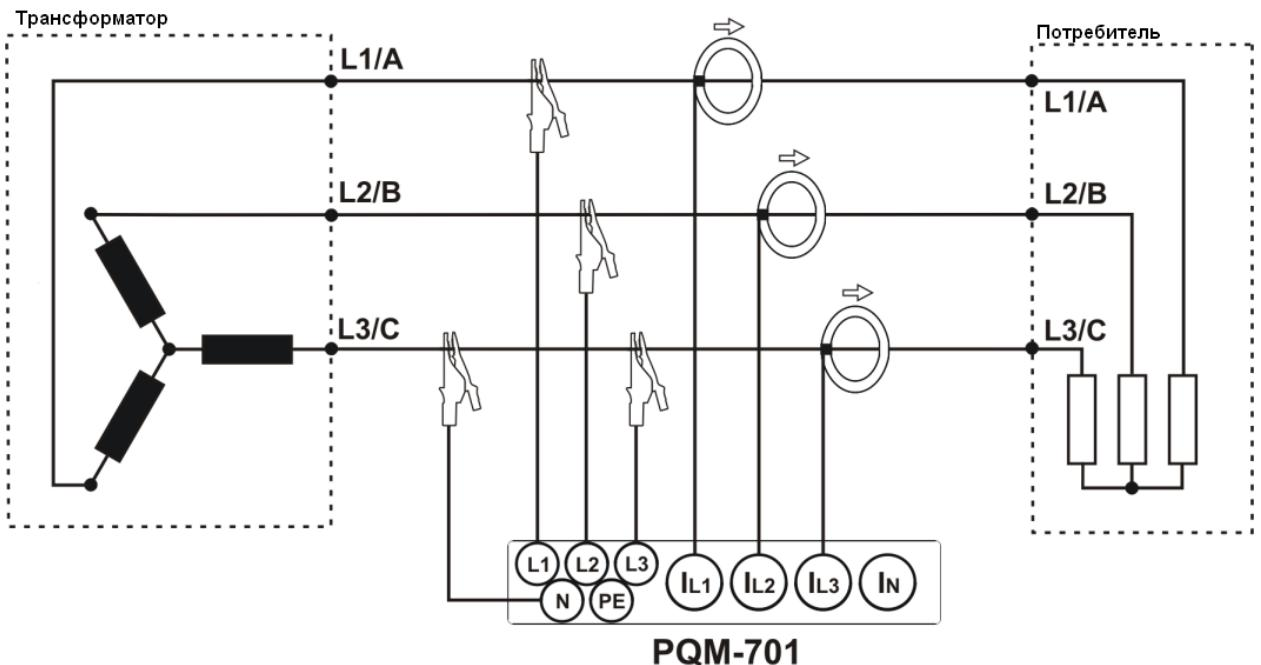
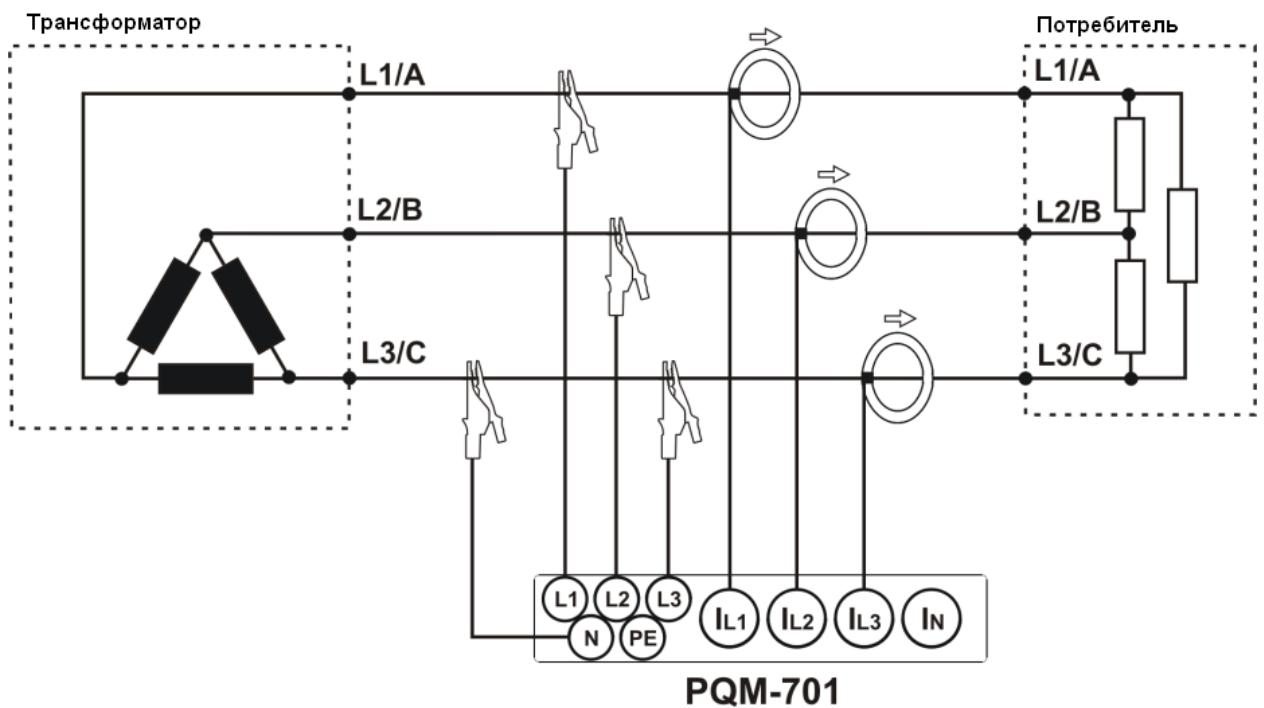
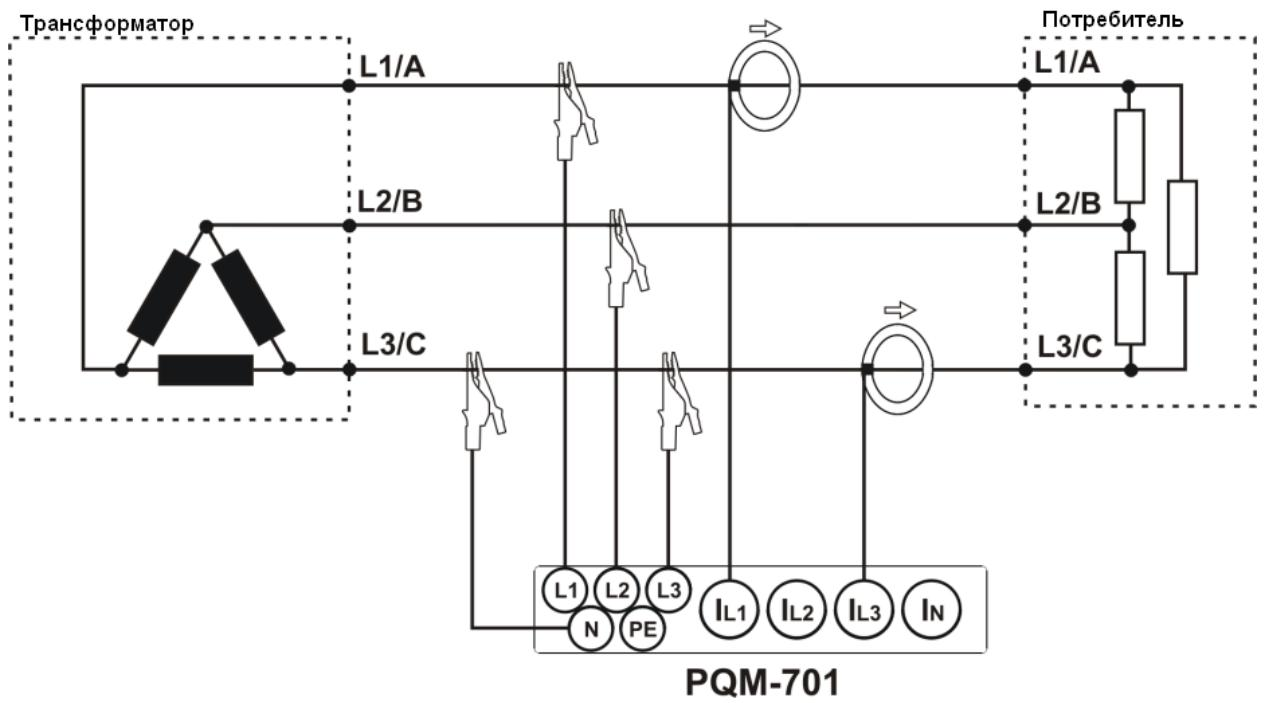
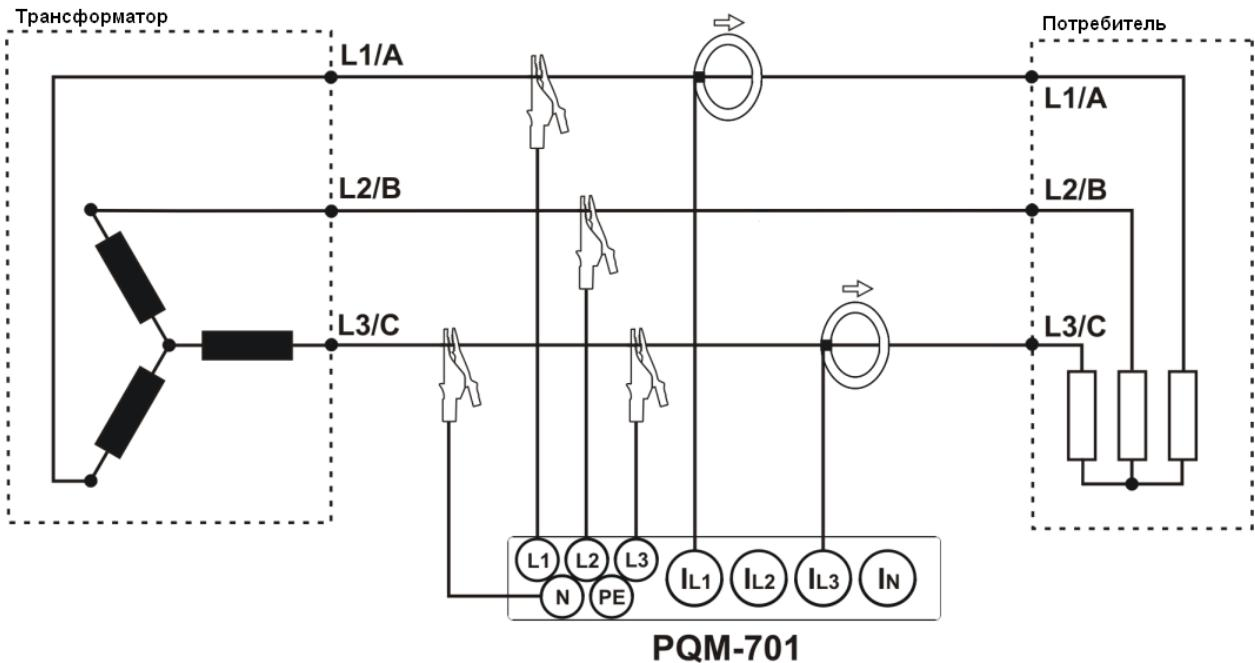

Рис. 5. Схема подключения – Трехфазная трехпроводная ("звезды") (изолированная нейтраль).
Рис. 6. Схема подключения – Трехфазная трехпроводная ("треугольник").
Рис. 7. Схема подключения – Трехфазная трехпроводная ("треугольник" Арана)
Рис. 8. Схема подключения – Трехфазная трехпроводная ("звезды" Арона)
- Трехфазная трехпроводная ("звезда") (изолированная нейтраль) (Рис. 5),
- Трехфазная трехпроводная ("треугольник") (Рис. 6).
Эту методику можно использовать в случае системы типа треугольник (Рис. 7) и звезда без нейтрального проводника (Рис. 8).
Поскольку входы измерения напряжения отнесены к входу N, в системах, где отсутствует нейтральный проводник входы N и L3 анализатора соединены между собой. Это показано на Рис. 5, Рис. 6, Рис.7 и Рис. 8 (трехпроводные системы типа звезда и треугольник).